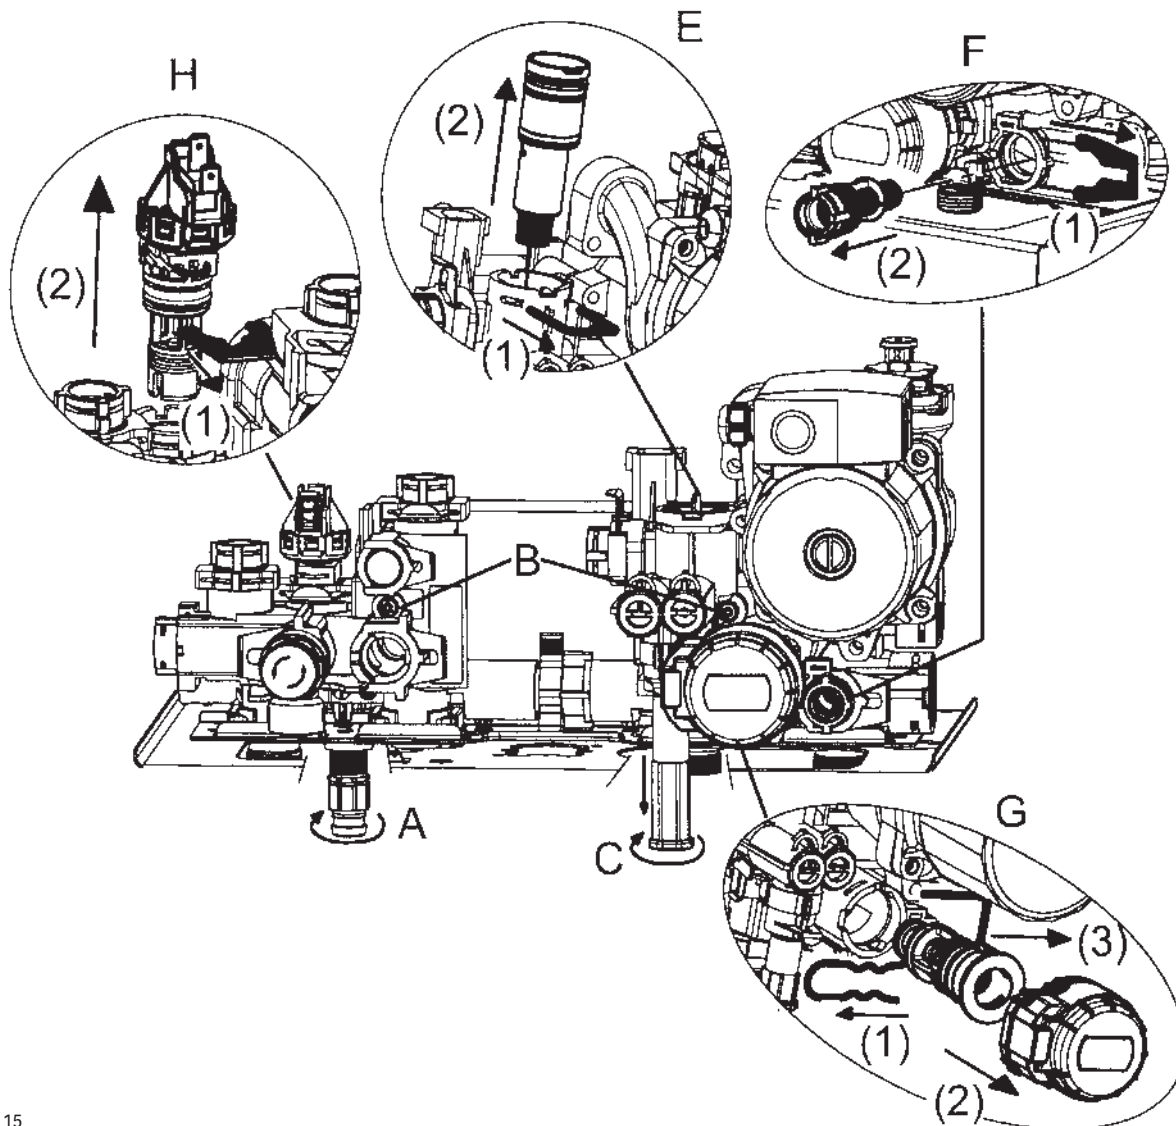

图 15
- 打开图 15 中的阀门 A 清空加热管道中的水
- 拔出加热过滤器卡套时, 必须先拆除三通阀的电机 (1-2G - 图 15);
- 拆除图 15 的夹子 1E
- 取下过滤器 (2E 图 15)。